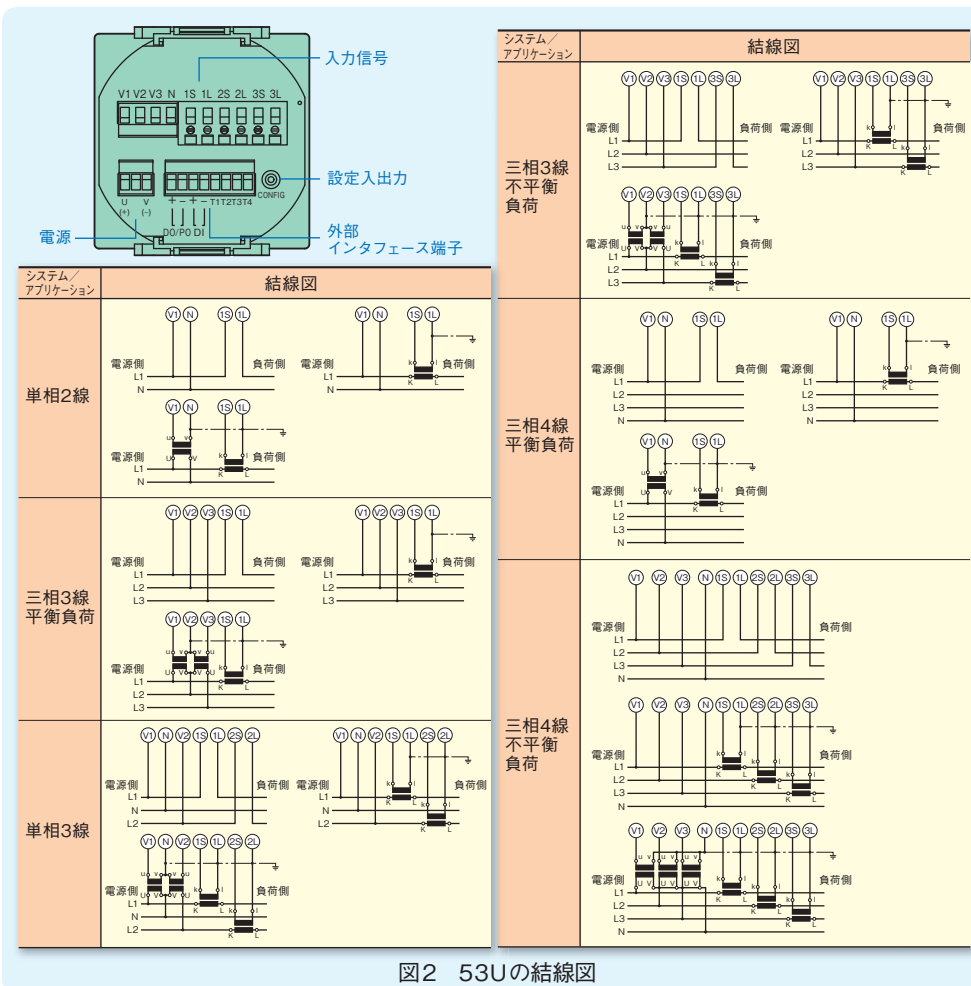

図2 53Uの結線図
### (1)測定要素(図2)
R6シリーズで最も注目すべき特長は、そのサイズにあります。入出力カードの横幅は、実に5.9mm(ただし、ねじ端子接続形R6N-□の横幅は、7.5mm)という超薄形を実現し、この中にアナログ入力/出力は2点、接点入力/出力は4点を収めました(図2参照)。最小のユニット構成単